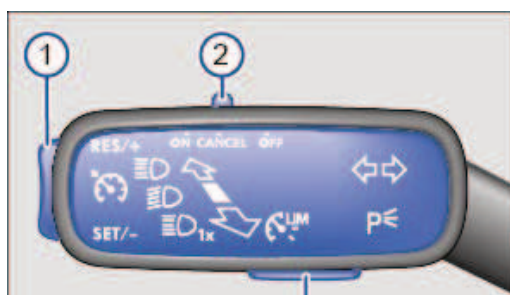

Fig. 123 À gauche sur la colonne de direction : touches et commandes du régulateur de vitesse (GRA)
- Poussez la commande → Fig. 123② en position **ON**.
- Pendant la marche du véhicule, appuyez sur la touche → Fig. 123③ dans la zone **SET/-**.
Vous pouvez régler la vitesse mémorisée via la touche → Fig. 123④ alors que la régulation de la vitesse est en cours :
Pour modifier de manière continue la vitesse mémorisée, maintenez la touche → Fig. 123④ enfoncée. Le véhicule adapte son allure à la vitesse actuelle en accélérant ou en décélérant. Le véhicule ne freine pas de manière active.
- Poussez la commande → Fig. 123⑤ en position **CANCEL** ou appuyez sur la pédale de frein.
- Appuyez sur la touche → Fig. 123⑥ dans la zone **RES/+**.
- Amenez la commande → Fig. 123⑦ en position **OFF**.
- Appuyez sur la touche → Fig. 123⑧.